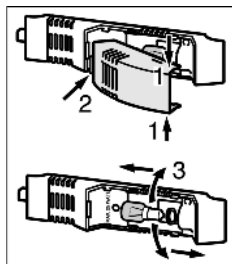

Fig. 18
- ▶ Die Lampenabdeckung oben und unten fassen *Fig. 18 (1)*.
- ▶ Lampenabdeckung hinten austragen und aushängen *Fig. 18 (2)*.
- ▶ Die Lampe auswechseln *Fig. 18 (3)*.